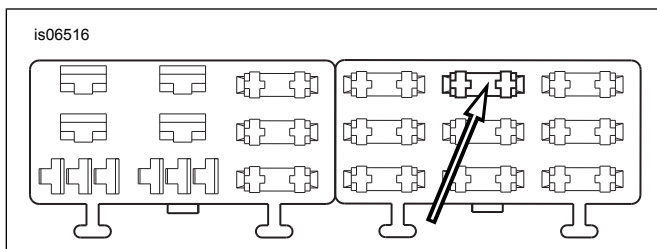

Figura 10. Cavidade do bloco de fusíveis "P&A IGN" (modelos Softail anos 2004 a 2010)
4. Veja Figura 10. Localize a cavidade de fusíveis (1) indicada como "P&A IGN" na tampa do bloco de fusíveis do lado direito. Deve haver um fio alimentando um lado deste circuito, mas nenhum fio ou fusível correspondente estará presente. Insira o terminal no fio adaptador laranja/branco até parar. Consulte um terminal próximo instalado na fábrica para comparar e para verificar a orientação e a profundidade corretas.